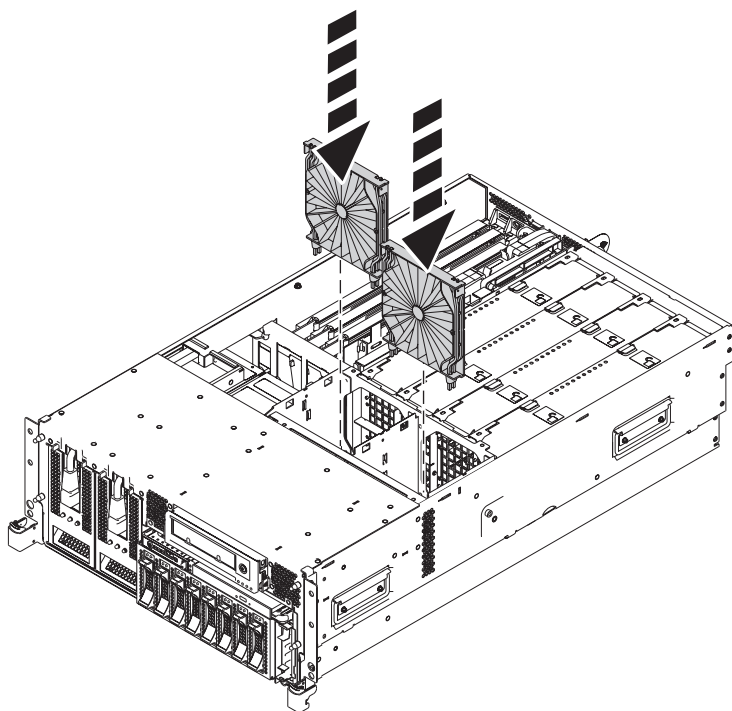

Figura 16. Instalar los deflectores de aire en el chasis de ventilador
- b. Para instalar los deflectores de aire, insértelos en las ubicaciones correspondientes del chasis de ventilador y empújelos hacia abajo hasta que queden fijados en su sitio, como se muestra en la Figura 16 en la página 15.